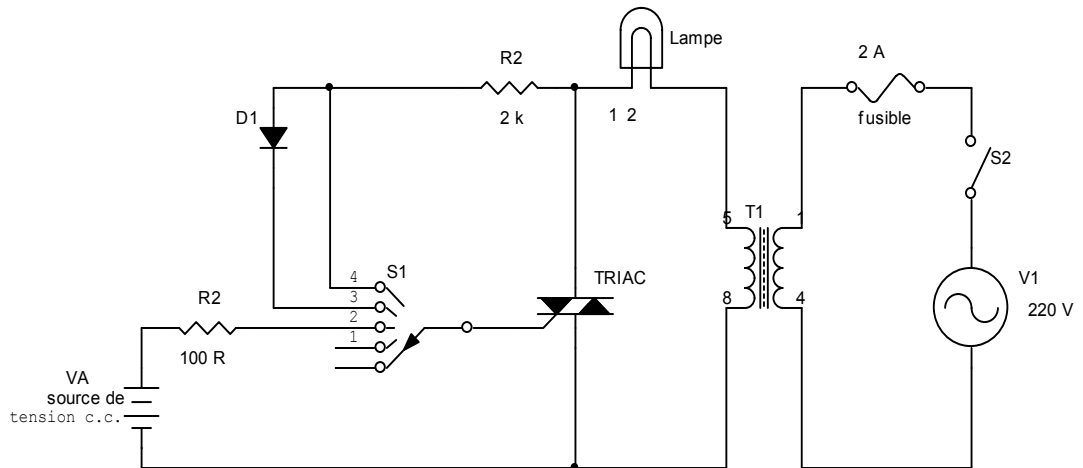

Figure 10-1 : Circuit de commutation à base d'un TRIAC
- Résistances de  $\frac{1}{2}$  W (2) : 100  $\Omega$  et 2 k $\Omega$  ;
2. *Faites le montage du circuit de la figure 10-1. assurez-vous que l'interrupteur S2 soit ouvert et que l'interrupteur S1 soit en position 1. assurez-vous que la tension de sortie du bloc d'alimentation c.c. est à 0.*